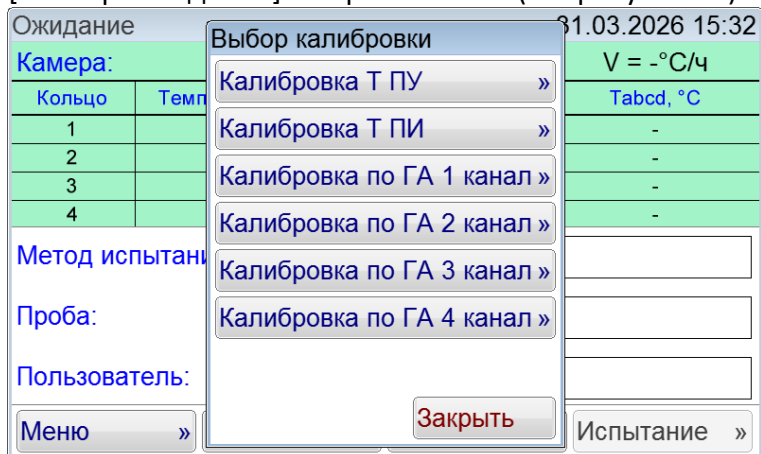

Рисунок 34 – Окно «Выбор калибровки»
3) Нажать кнопку [Калибровка датч.Т]. Откроется окно (см. рисунок 34).